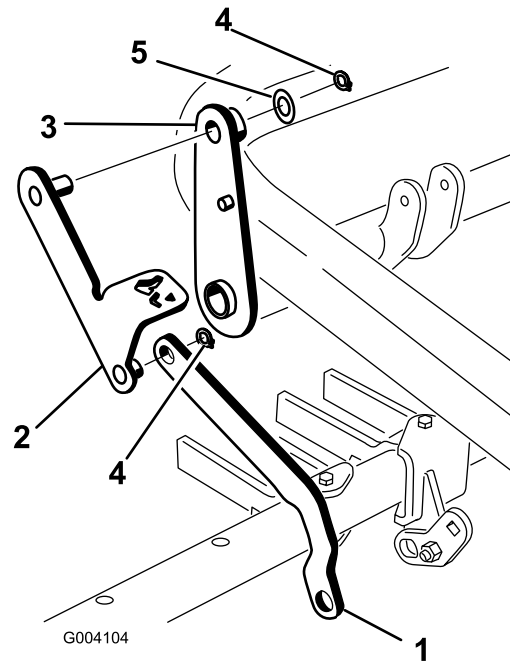

Figura 14
conjunto de la palanca del pedal, y fjela con un anillo de retención (Figura 14).
4. Introduzca la clavija del otro extremo del conjunto de la palanca del pedal en la parte superior del conjunto de la palanca y sujételo usando una arandela (7/8 pulgada) y un anillo de retención (Figura 14).